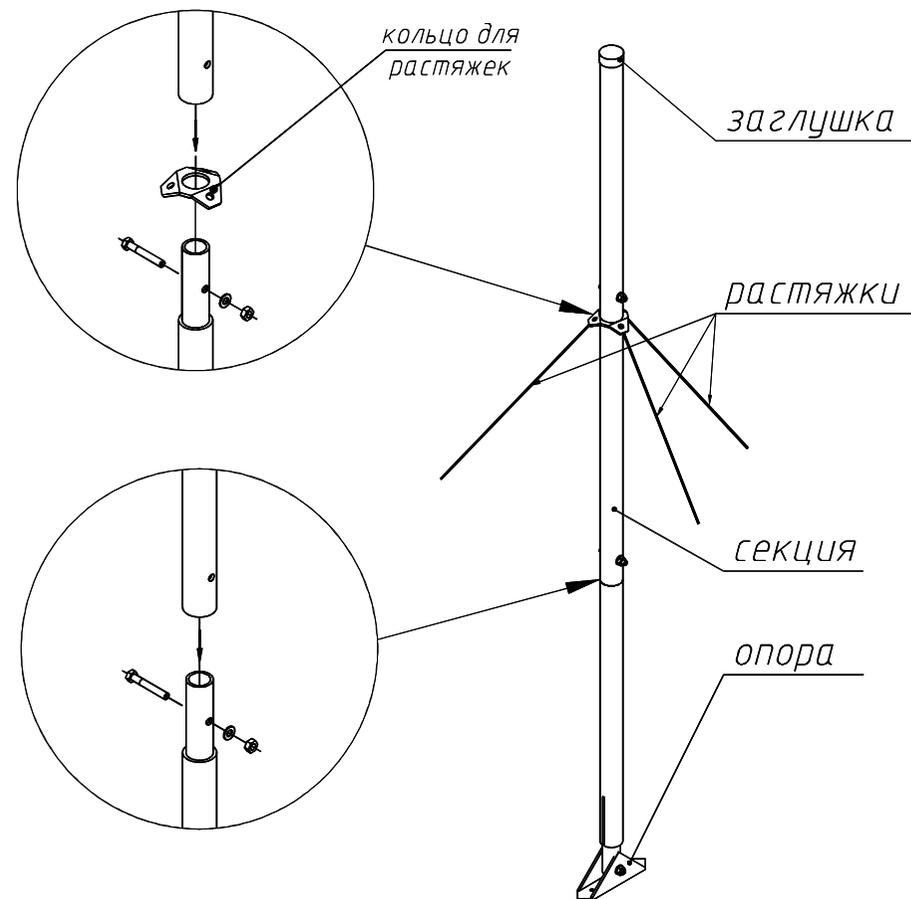

Рис.1
- 5.4. Произведите сборку секций мачты согласно Рис. 1